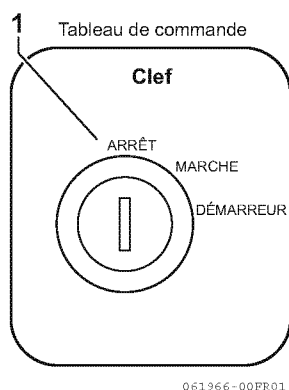

Figure 4
4. Tournez la clef en position ARRÊT (1, **Figure 4**) puis retirez-la de l'interrupteur à clef.